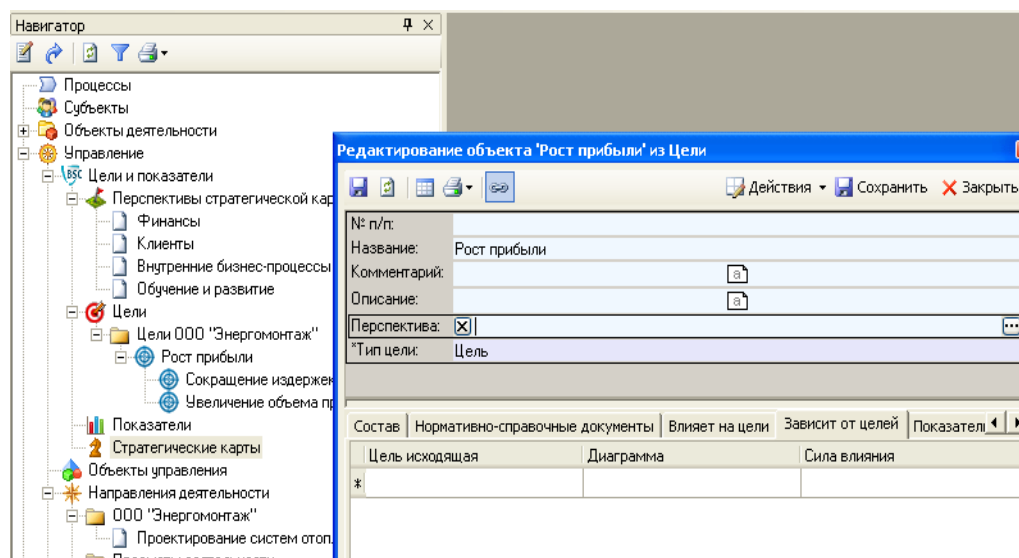

Рисунок 10 – Редактирование свойств объекта *Рост прибыли*
5. В верхней части окна редактирования цели установите курсор в поле параметра *Перспектива* (рисунок 10). Щелчком по кнопке ⋮ перейдите в связанный справочник *Перспективы стратегической карты* и выберите перспективу стратегической карты для цели – *Финансы*.